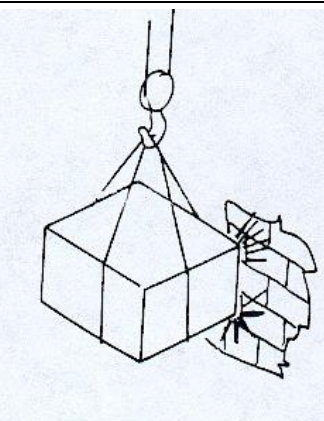

fig.95
- **NE JAMAIS** heurter avec la charge les structures portantes ou d'autres machines et installations (fig.95).